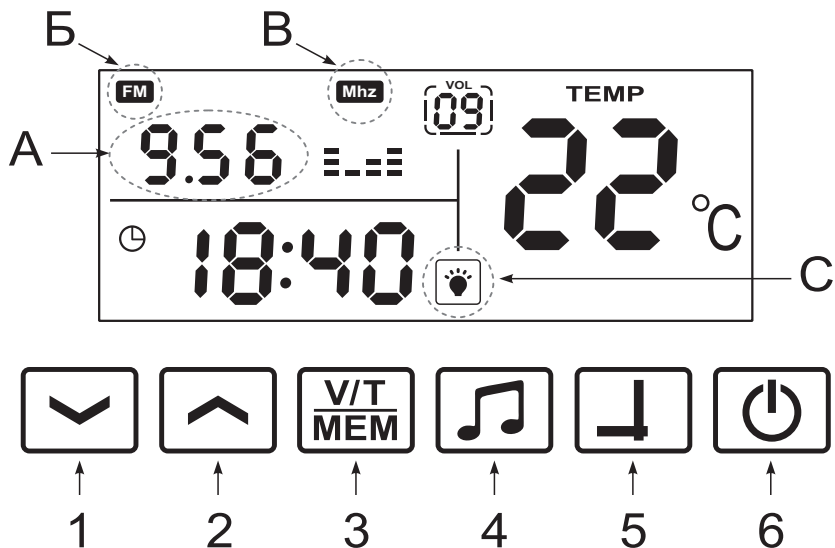

Рис. 8
В этом режиме на панели отображаются (Рис. 8):
3. В любом из режимов можно управлять LED подсветкой и подогревом зеркала нажатием кнопки 6. Индикатор подсветки отображается на дисплее специальным значком С (Рис. 8). Длительное зажатие кнопки 6 переводит панель в режим сна.